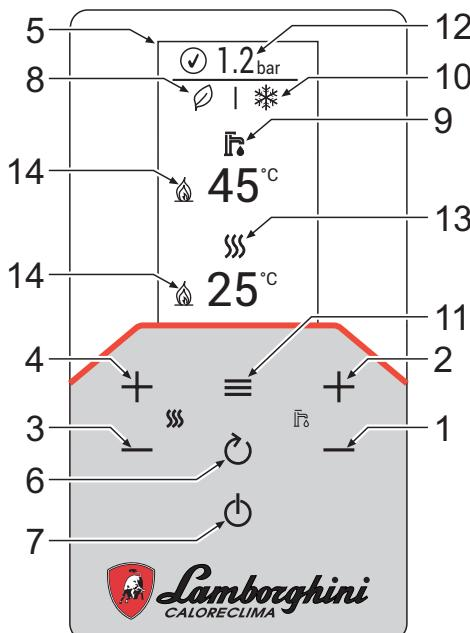

fig. 1- Panel de control
Leyenda del panel fig. 1
Pulsar repetidamente la tecla (1) hasta que aparezca el símbolo del verano (sol) y la palabra "OFF" en la calefacción (10 - fig. 1): la caldera solo suministra agua sanitaria. El sistema antihielo permanece operativo.
Mediante las teclas de la calefacción (3 y 4 - fig. 1) para regular la temperatura desde un mínimo de 20 °C hasta un máximo de 80 °C. El valor máximo se puede modificar en el menú Parámetros [TSP] interviniendo en el parámetro P40.
Mediante las teclas del agua sanitaria (1 y 2 - fig. 1) para regular la temperatura desde un mínimo de 40 °C hasta un máximo de 55 °C. El valor máximo se puede modificar en el menú Parámetros [TSP] interviniendo en el parámetro P46.
El usuario puede deshabilitar la función **COMFORT** (modo **ECO**) pulsando la tecla durante 2 segundos. En modo **ECO**, en la pantalla se visualiza el símbolo (12 - fig. 1). Para activar el modo **COMFORT**, pulse nuevamente la tecla durante 2 segundos; el símbolo desaparece.